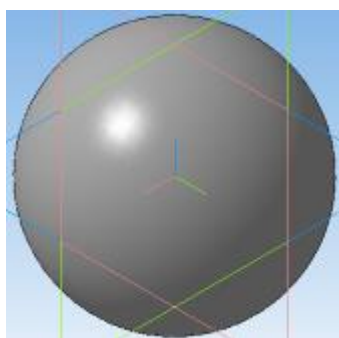

Рис. 12.5. Создание сфероида
- на Инструментальной панели Вид выберите команду **Полутоновое, Полутоновое с каркасом** (рис. 12.5).